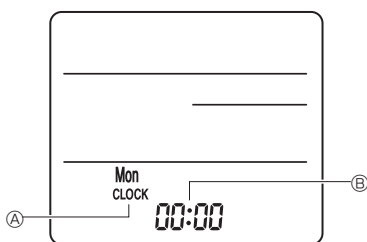

Fig. 6-6
3) Réglage (Réglage de l'horloge) (Fig. 6-6)
- ① Insérez les piles ou appuyez sur la touche **CLOCK** à l'aide d'un objet pointu. [CLOCK] (HORLOGE) A et [] B clignotent.
- ② Appuyez sur la touche de réinitialisation **RESET** à l'aide d'un objet pointu.
- ③ Appuyez sur les touches de réglage **▲** **▼** pour régler l'heure.